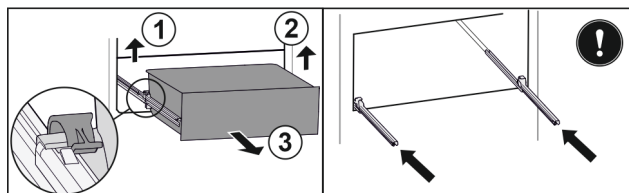

Fig. 161
- Emelje fel a bal oldali kapcsot, és ezzel egyszerre húzza előre felé a fiók bal oldalát. Fig. 161 (1)
- Emelje fel a jobb oldali kapcsot, és ezzel egyszerre húzza előre felé a fiók jobb oldalát. Fig. 161 (2)
- Vegye ki a fiókot előre felé. Fig. 161 (3)